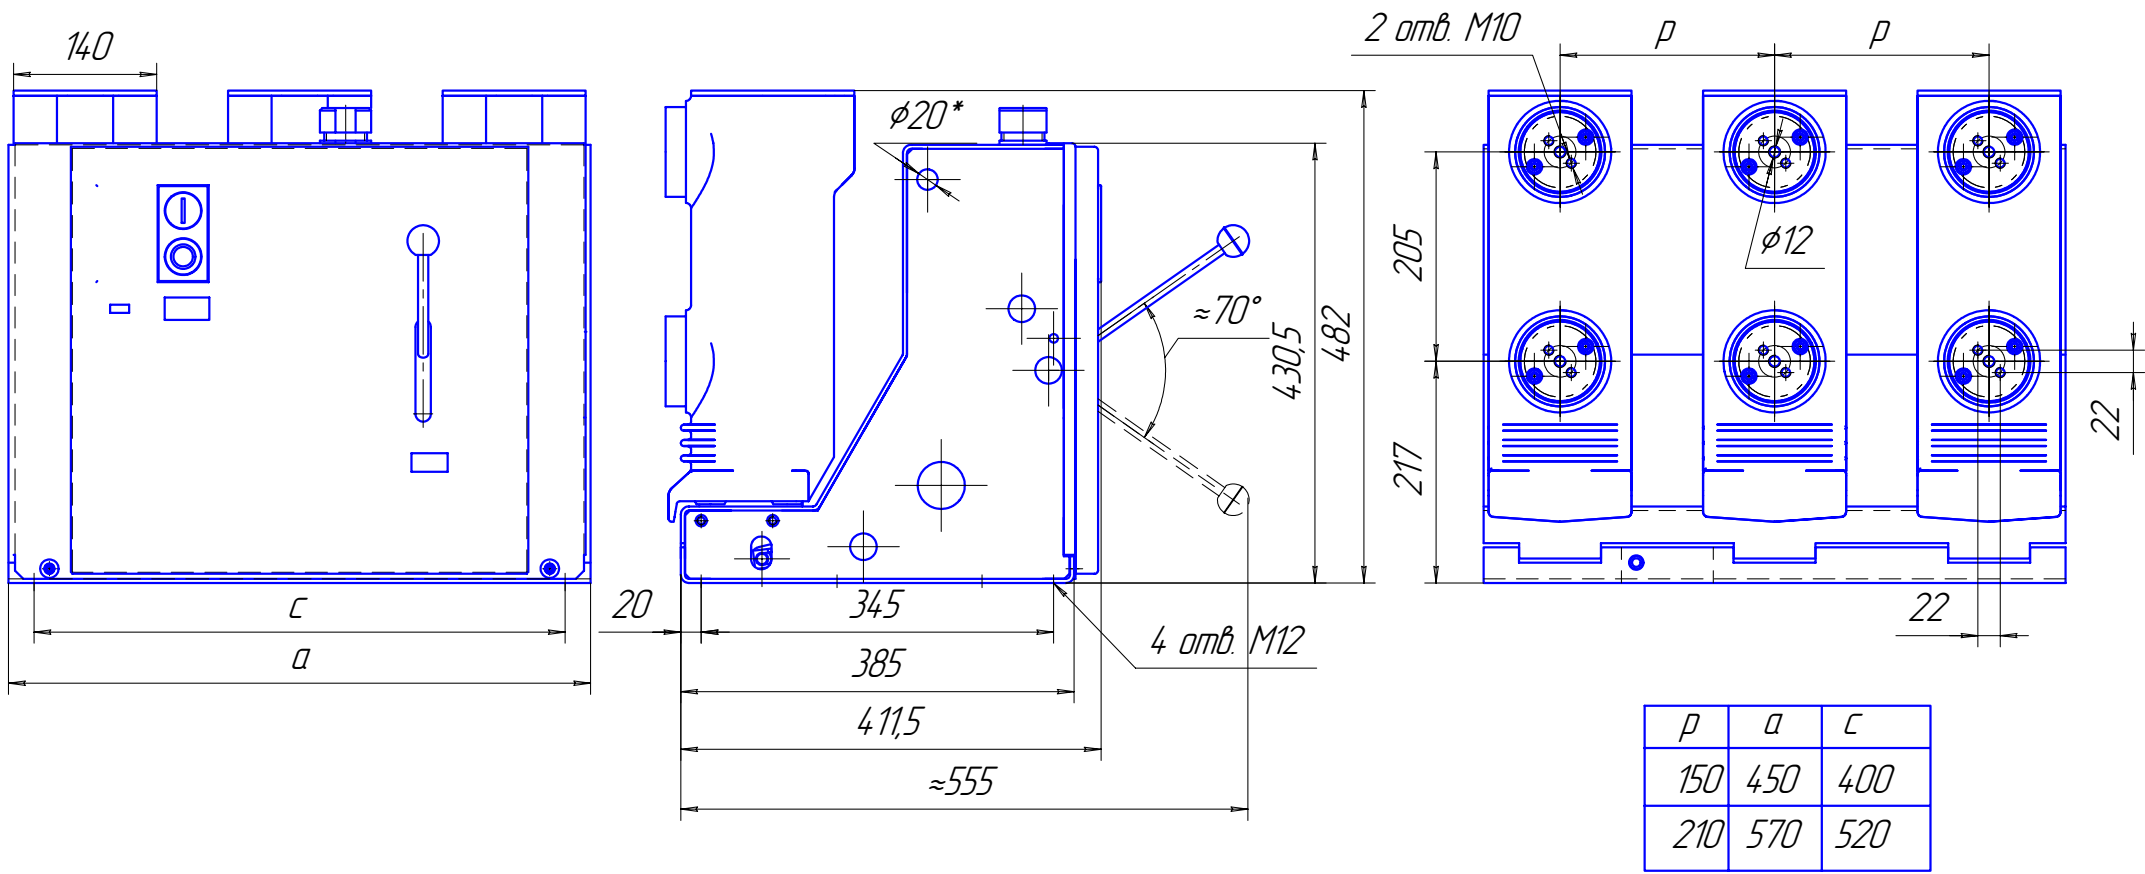

Рисунок 1. Габаритные, установочные и присоединительные размеры выключателей вакуумных серии ВБ4-II на 630-1250 А
Включение выключателя возможно как ручное, так и электрическое. При ручном оперативном включении необходимо нажать кнопку включения (5) (рисунок 1), при оперативном электрическом включении, необходимо подать электрический импульс на электромагнит включения (18). В обоих случаях вал выключателя (20) проворачивается за счет энергии взведенной пружины. Тяговый изолятор (22), ведомый за счет кулачка (21) и перемещающихся рычагов, двигает вверх в вакуумной камере подвижный контакт. Движение контакта продолжается до момента соприкосновения с неподвижным контактом. Далее с помощью прижимных (31) пружин контакты (24) прижимаются друг к другу с необходимой силой. В ходе процесса замыкания осуществляется одновременно сжатие пружины возврата (29).